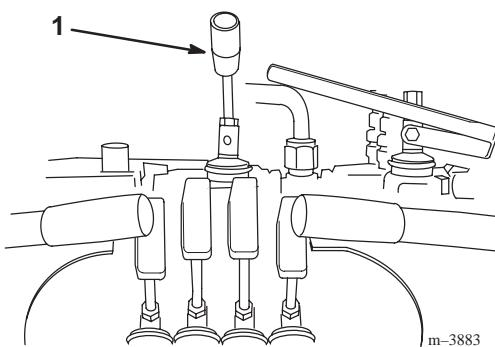

Figure 2
1. Vissez le levier dans le tiroir de sélection de vitesses (Fig. 2).